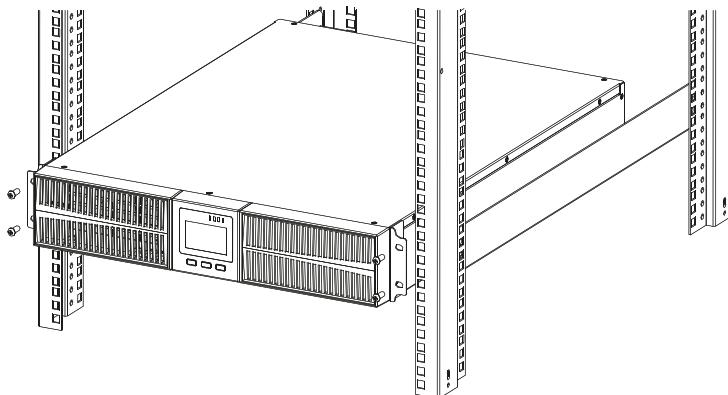

Рисунок 12. Вариант установки ИБП в стойку
- ИБП устанавливается на монтажный комплект (направляющие) SW900PRO-MKit (в комплект поставки не входит). Установите ИБП на направляющие и зафиксируйте ИБП с фасадом винтами к стойке (рисунок 12).